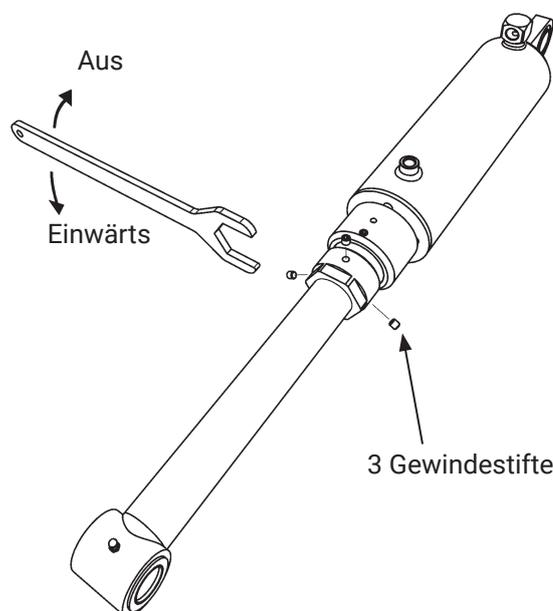

Abbildung 40. Einstellung des Neigungswinkels
- Die drei Gewindestifte am zweiten Kippzylinder lösen (Abbildung 40).
- Das Einstellgewinde so drehen, dass der Kippzylinder mit der Befestigung an der Ladebordwand übereinstimmt. Siehe Abbildung 40.